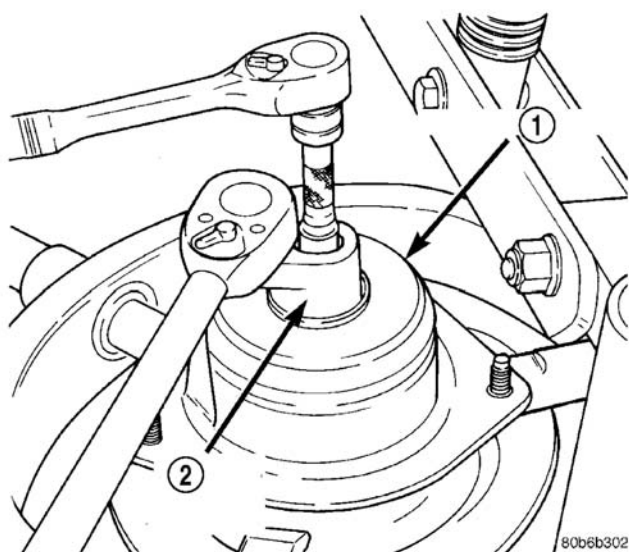

图 45 锁紧螺母的拆卸 / 安装（典型）
(10) 将滑柱座安装到滑柱轴上，并到达枢轴轴承和上座的顶部，如图所示 (图 45)。将锁紧螺母松装在滑柱轴上。
(11) 在滑柱轴锁紧螺母 (图 45) 上安装滑柱螺母套筒 (在扭矩扳手的端头) (专用工具 6864)。然后，在滑柱轴端部的六角头上安装 10 mm 套筒。在固定住滑柱轴不让它转动的同时，紧固滑柱轴锁紧螺母至  $100 \text{ N} \cdot \text{m}$  ( $75 \text{ ft} \cdot \text{lbs}$ ) 的扭矩。